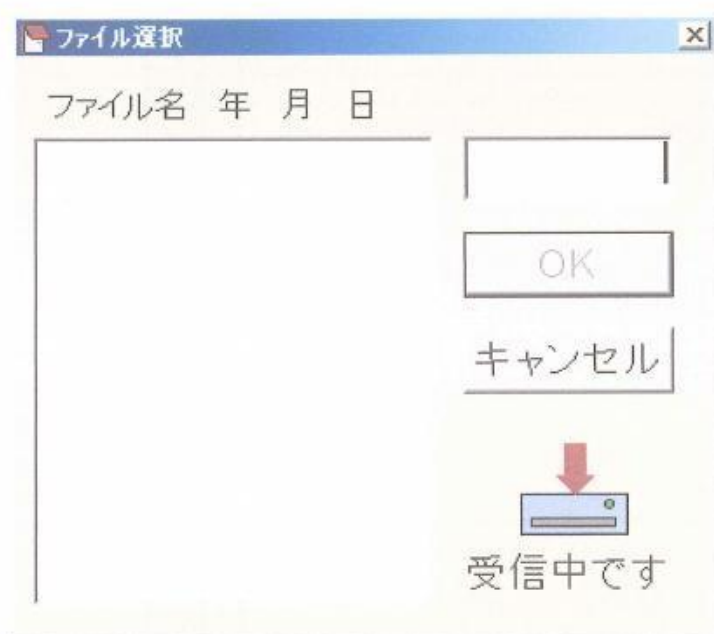

図 6
①P1100本体の画面を[MODE],[OK]キーにより、「CONTROL」、「transmit」、「Start the PC Program」の画面にします。
②図1の「ファイル毎受信」をクリックすると、図6の画面が表示されます。
③始めにファイル名だけを受信し、ファイル名を選択した後、データを受信します。